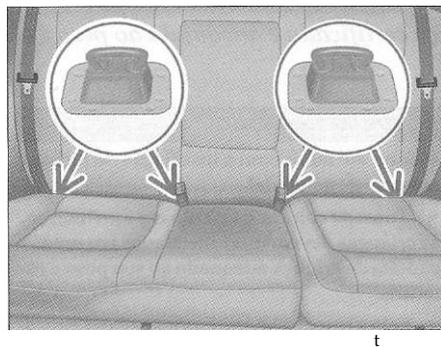

Fig. 25 Olhais de retenção para fixação da cadeira de criança com ISOFIX no banco traseiro
- Insira a cadeira de criança nos olhais de retenção ISOFIX⁵¹ => fig. 25 (setas), até ficar devidamente fixada e ouvir o seu encaixe.